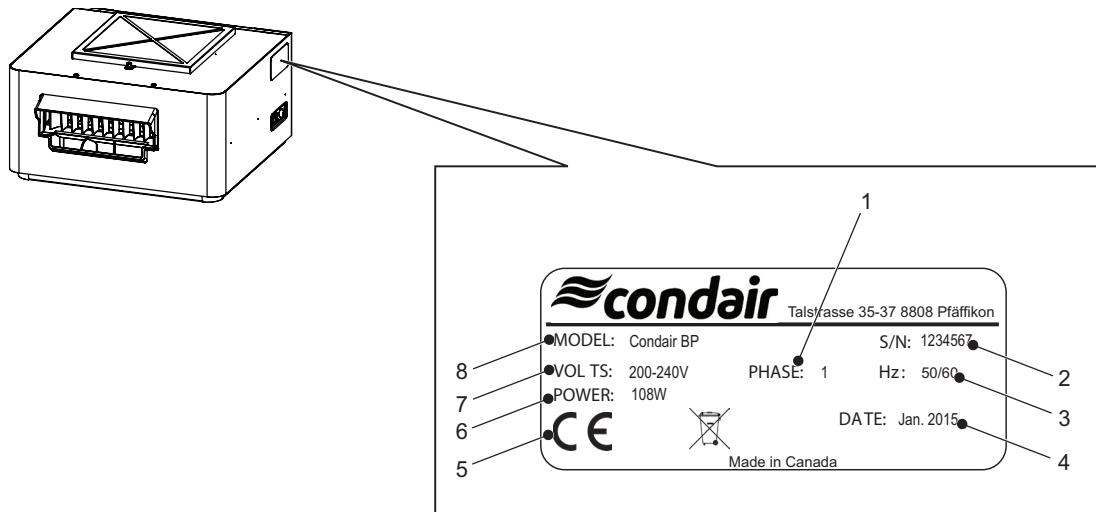

Bild 2: Typenschild Condair Ventilationsgerät
- Prüfen Sie den Modelltyp auf dem Typenschild, um sicherzustellen, dass er für Ihre Installation geeignet ist. Siehe Bild 2 auf Seite 11.
Auf dem Typenschild an der Seite des Ventilationsgeräts sind der Modelltyp, die Seriennummer und andere Angaben zum Typ enthalten. Siehe Bild 2.
- Die vor Ort vorhandene Spannung und Phase der Stromversorgung entspricht muss den auf dem Typenschild angegebenen Anforderungen für das Ventilationsgerät entsprechen. Siehe *Bild 2 auf Seite 11*.